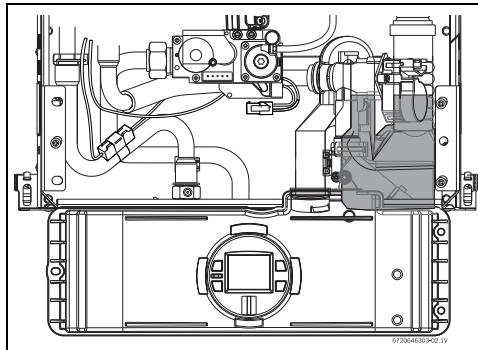

Рис. 63
- ▶ Установите блок управления в положение для обслуживания, введя его язычки в отверстия в нижней горизонтальной стальной пластине (см. Рис. 63 ).
- ▶ Проверьте уровень воды в устройство для сбора конденсата (см. Рис. 63 ).